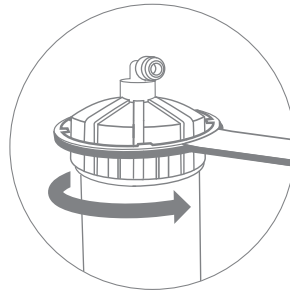
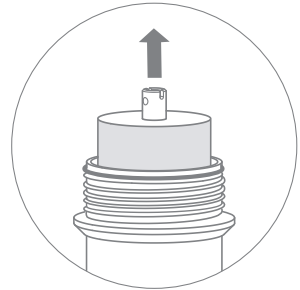

Рис. 29
Рис. 30
4. Открутите крышку корпуса (рис. 29), извлеките отработанную мембрану (рис. 30).